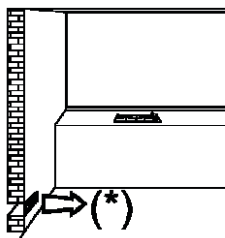
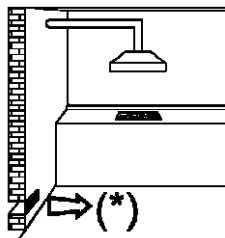
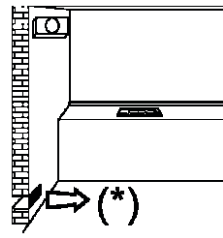

FIG. 3
FIG. 4
FIG. 5
- a utilização dum aparelho de cozinhar a gás produz calor e humidade no local onde está instalado, portanto, é necessário garantir uma boa ventilação do local, mantendo as aberturas da ventilação natural desobstruídas (fig. 3) e ativando o dispositivo de ventilação mecânico (ver. fig. 4 e fig. 5).
Para que o aparelho funcione corretamente, é indispensável que o local de instalação seja permanentemente ventilado. A quantidade de ar necessária é a exigida pela combustão regular do gás e pela ventilação do local, cujo volume não poderá ser inferior a 20 m³. O ar deve entrar naturalmente por via direta através de aberturas permanentes, que atravessam a parede do local a ventilar, alcançando o lado exterior com uma seção mínima de 100 cm² (veja fig. 3).
Os aparelhos para cozinhar a gás devem sempre libertar os produtos da combustão por meio de exaustão ligada a chaminés ou diretamente ao exterior (veja fig. 4). Caso não exista a possibilidade de aplicação de exaustão, admite-se o uso de um ventilador elétrico instalado na janela ou numa parede que dê para o exterior, o qual deverá funcionar junto com o aparelho (veja fig. 5), desde que a Norma NP-1037 em matéria de ventilação seja respeitadas.